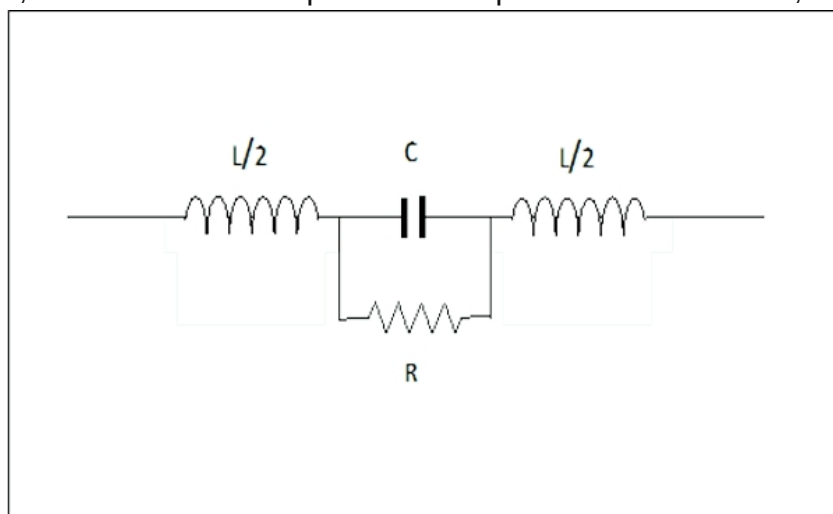
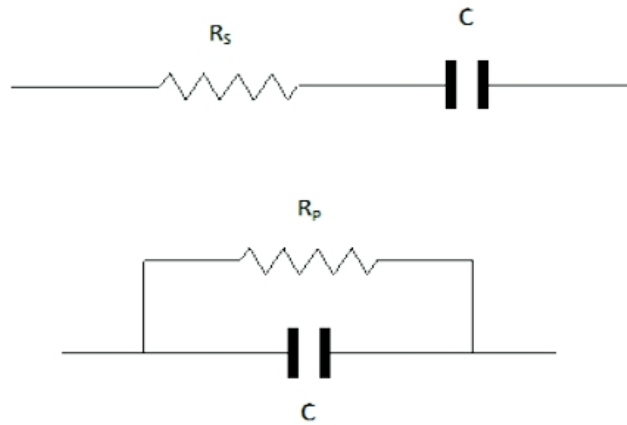

Figure 3: schéma équivalent d'une capacité réelle.
Figure 4: modèles simplifiés d'une capacité réelle.
La figure 3 donne le schéma équivalent d'une capacité réelle. Les deux inductances $L/2$ correspondent aux inductances des fils de liaison de la capacité. La résistance R est la résistance du diélectrique entre les armatures. Comme dans le cas de l'inductance, un phénomène de résonance apparaît à la fréquence f_0 donnée par la relation (1). A cette fréquence, l'impédance du circuit équivalent passe par un minimum. En dessous de cette fréquence, le circuit a un comportement capacitif et au-dessus, un comportement inductif. La capacité réelle n'est donc utilisable en tant que capacité qu'aux fréquences inférieures à f_0 ; dans ce cas, comme pour l'inductance, un modèle simplifié peut être utilisé (figure 4). Pratiquement, la résistance R est essentiellement en parallèle sur C, mais une représentation avec R en série est possible aussi. La résistance en série R_s est calculée de façon à ce que le circuit présente le même facteur de qualité que le circuit avec la résistance en parallèle R_p .